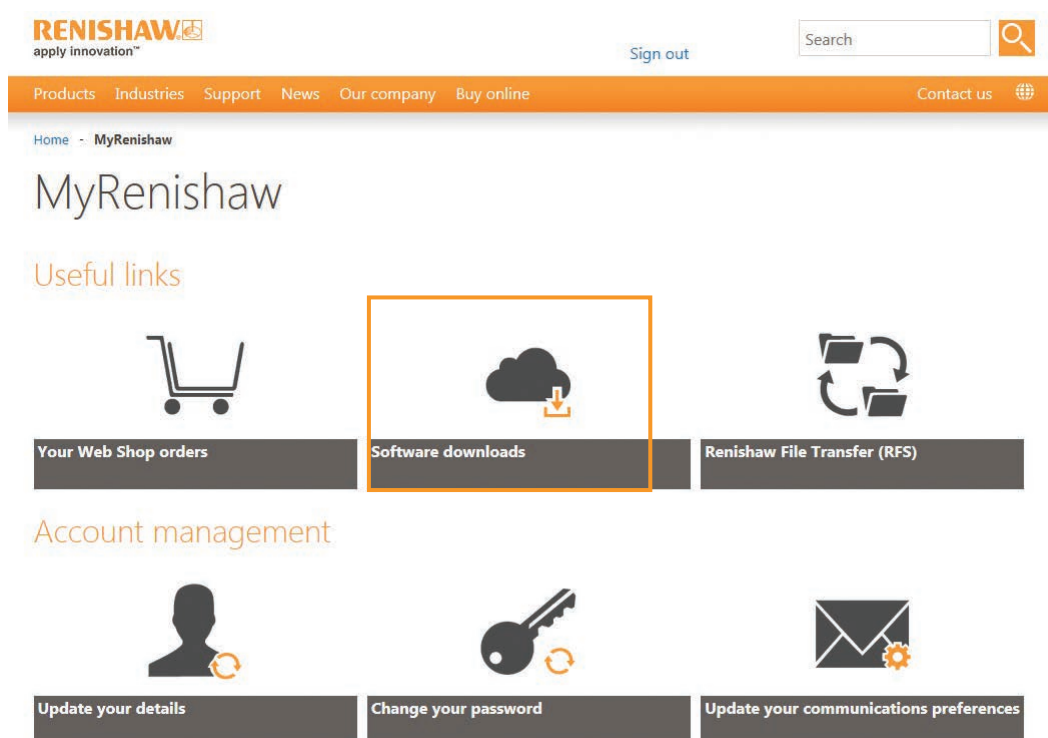

Figura 2 Selezionare "Software downloads" (Download software)
3. Selezionare "Software downloads" (Download software) (vedere Figura 2).